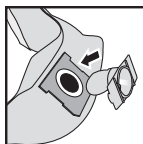

FIGURE 28
51. Placez le déflecteur d'admission avec l'ouverture faisant face à la gauche ou à la droite du sac avec filtre. Faites glisser le collier du sac filtre sur les encoches du déflecteur d'admission, en faisant correspondre les encoches du collier du sac avec le déflecteur d'admission. Le sac ne s'adaptera correctement que dans un sens. **FIGURE 28.**